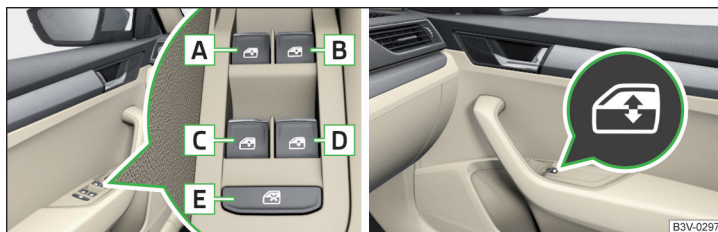

Fig. 61 Teclas de los elevalunas
Teclas de los elevalunas » fig. 61
- Después de abrir la puerta del conductor o acompañante es posible el manejo de las ventanillas solamente por la tecla **A** » fig. 61, presionándola o tirándola por 2 segundos.
- **o:** Apagar el encendido, abrir la puerta del conductor y mantener la tecla **A** bis zum Anschlag in der Öffnungsstellung halten » fig. 61 de la pág. 75.
- **o:** Apagar el encendido, abrir la puerta del conductor y mantener la tecla **A** hasta el tope en la posición de cierre » fig. 61 de la pág. 75.